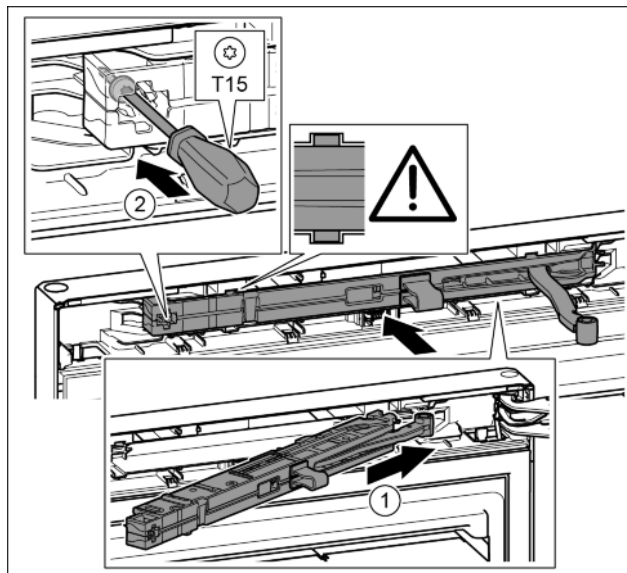

Fig. 24
- ▶ Sluitdempereenheid aan de zijde van de lagerbus tot de aanslag schuin in de uitsparing schuiven. Fig. 24 (1)
- ▶ Schroef met een schroevendraaier T15 vastschroeven. Fig. 24 (2)